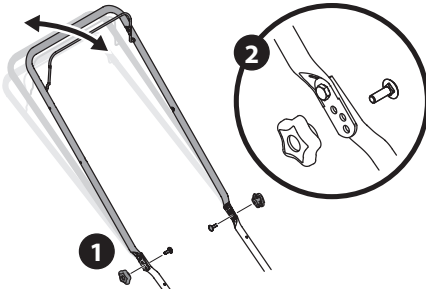

Figura 25
1. Extraiga las tuercas de aletas y los pernos de carro de la manija (Figura 25).
2. Coloque la manija en una de las tres posiciones que sea más cómoda. Consulte el recuadro de la Figura 25.